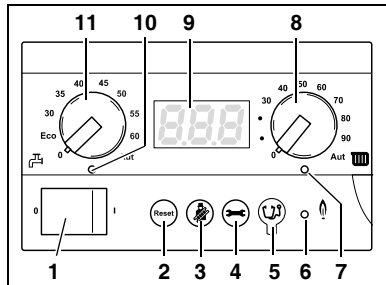

Fig. 10 BC10
- Bedrijfsschakelaar (fig. 10, **pos. 1**) op de BC10 inschakelen (positie „1“).
- Toets „Statusindicatie“ (fig. 10, **pos. 4**) indrukken totdat de installatiedruk (bijv. „P1.5“) op het display (fig. 10, **pos. 9**) wordt weergegeven. Zie ook 6.1.1, pagina 38.